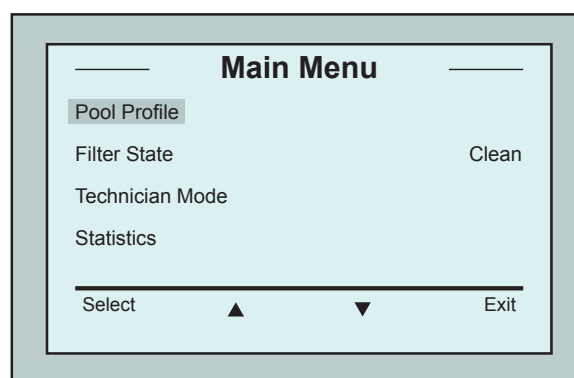

Рисунок 2. Основное меню
2. Нажмите **Menu** для перехода в основное меню (рис. 2).